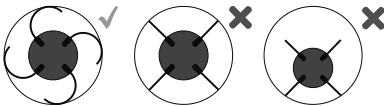

Figur 1 – RIDGID® FlexShaft sandpapirredskap
før rørforing) eller avsluttende gjenmontering/rengjøring på siden etter rørforing (Figur 1).
1. Fjern de to skruene som holder fronthetten og fjern fronthetten. (Se figur 1.)